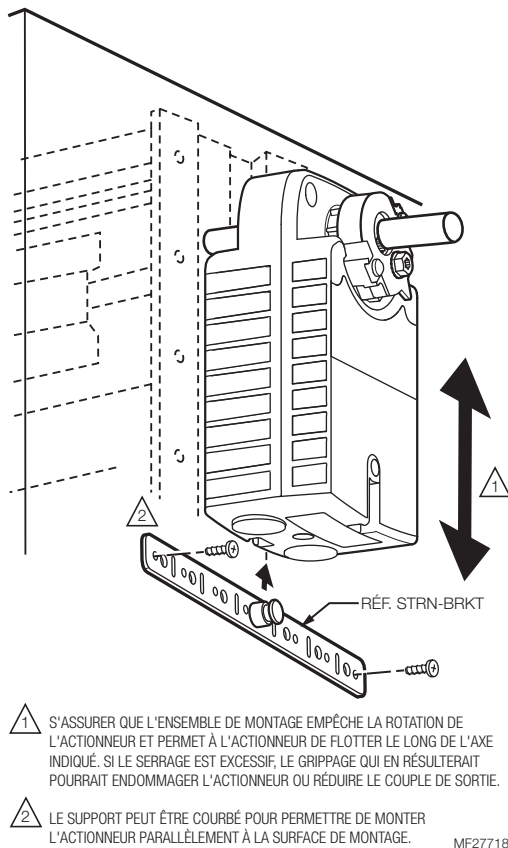

Fig. 7. Montage de l'actionneur sur le boîtier du registre.
Ces actionneurs sont conçus pour être montés directement sur l'arbre d'entraînement externe d'un registre. L'accouplement de l'arbre doit être attaché à l'arbre d'entraînement. Le boîtier de l'actionneur inclut des fentes qui, avec un support anti-rotation, fixent l'actionneur sur le cadre du registre ou la canalisation (voir la Fig. 7).
1. Placer l'actionneur sur l'arbre du registre et tenir le support de montage en place. Voir la Fig. 7.